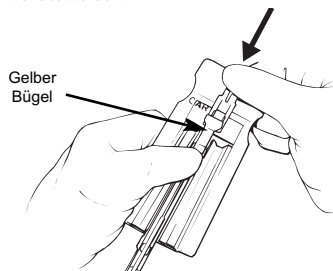

ABBILDUNG 13
- 9b. Üben Sie leichten Druck auf beide Seiten der Klammernahtgerätgabeln aus, schieben Sie die Bausatzklammer über die Ladeeinheit des Klammernahtgeräts und achten Sie dabei darauf, dass die Bausatzklammer beide Seiten des Klammernahtgeräts fest zusammenhält und dass der gelbe Bügel auf der Kartuschenseite zwischen der Bausatzklammer angebracht ist (siehe Abbildung 13).